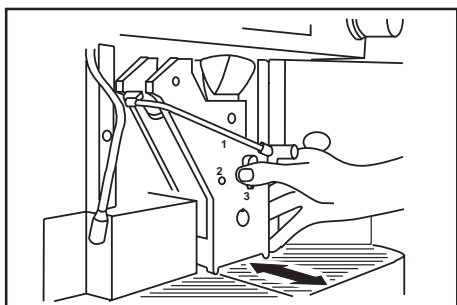

Fig. 13
- **Zentraleinheit:** Die Zentraleinheit wird herausgenommen, indem der Hebel in Position 3 gedreht wird (Abb.13). Das Fach in der Maschine wird mit einem feuchten Schwamm gereinigt. Die Einheit mit warmem Wasser abspülen und danach gut abtrocknen. Die Einheit wieder einsetzen, indem der Hebel auf Position 3 gedreht wird. Es ist darauf zu achten, dass sie in der Grundstellung steht (Pfeile müssen übereinstimmen). Mit dem Schlüssel kann sie in die Grundstellung gebracht werden. Wenn die Einheit richtig eingesetzt worden ist, befindet sich der Hebel auf Position 2.